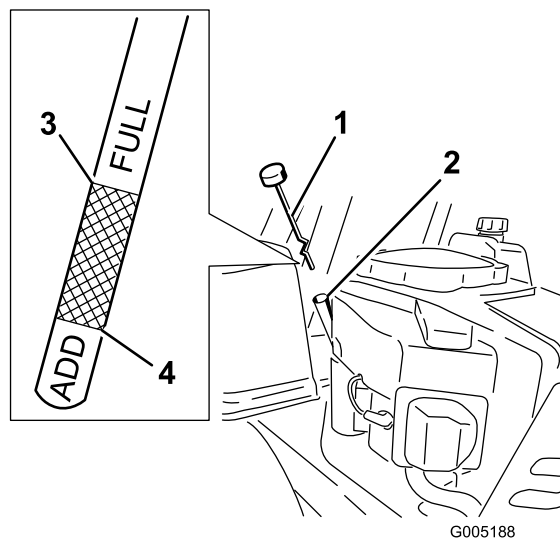

Figura 26
5. Retire la varilla y compruebe el nivel de aceite. Figura 26.
8. Retire el tapón de llenado/varilla (Figura 26).
14. Vierta lentamente un 80% aproximadamente de la cantidad especificada de aceite por el tubo de llenado (Figura 26).
15. Instale el tapón de llenado/varilla (Figura 26).
16. Compruebe el nivel de aceite (Figura 26); consulte Verificación del nivel de aceite.
18. Instale el tapón de llenado de aceite y apriételo firmemente. Figura 26